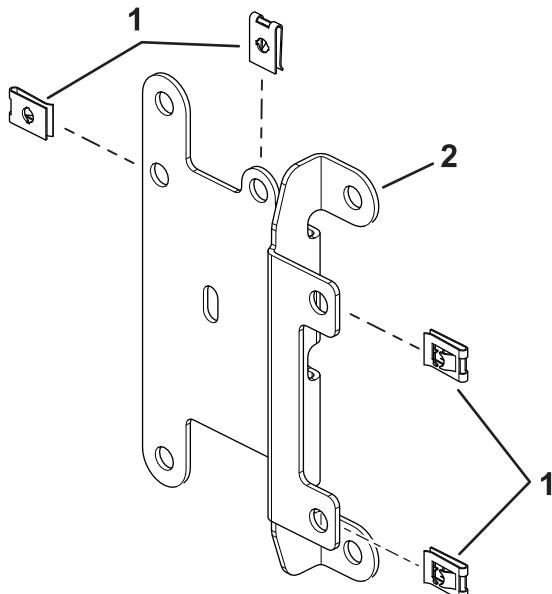

Figura 2
2. Instale las tuercas rápidas en U en la placa de montaje de los fusibles (Figura 2).